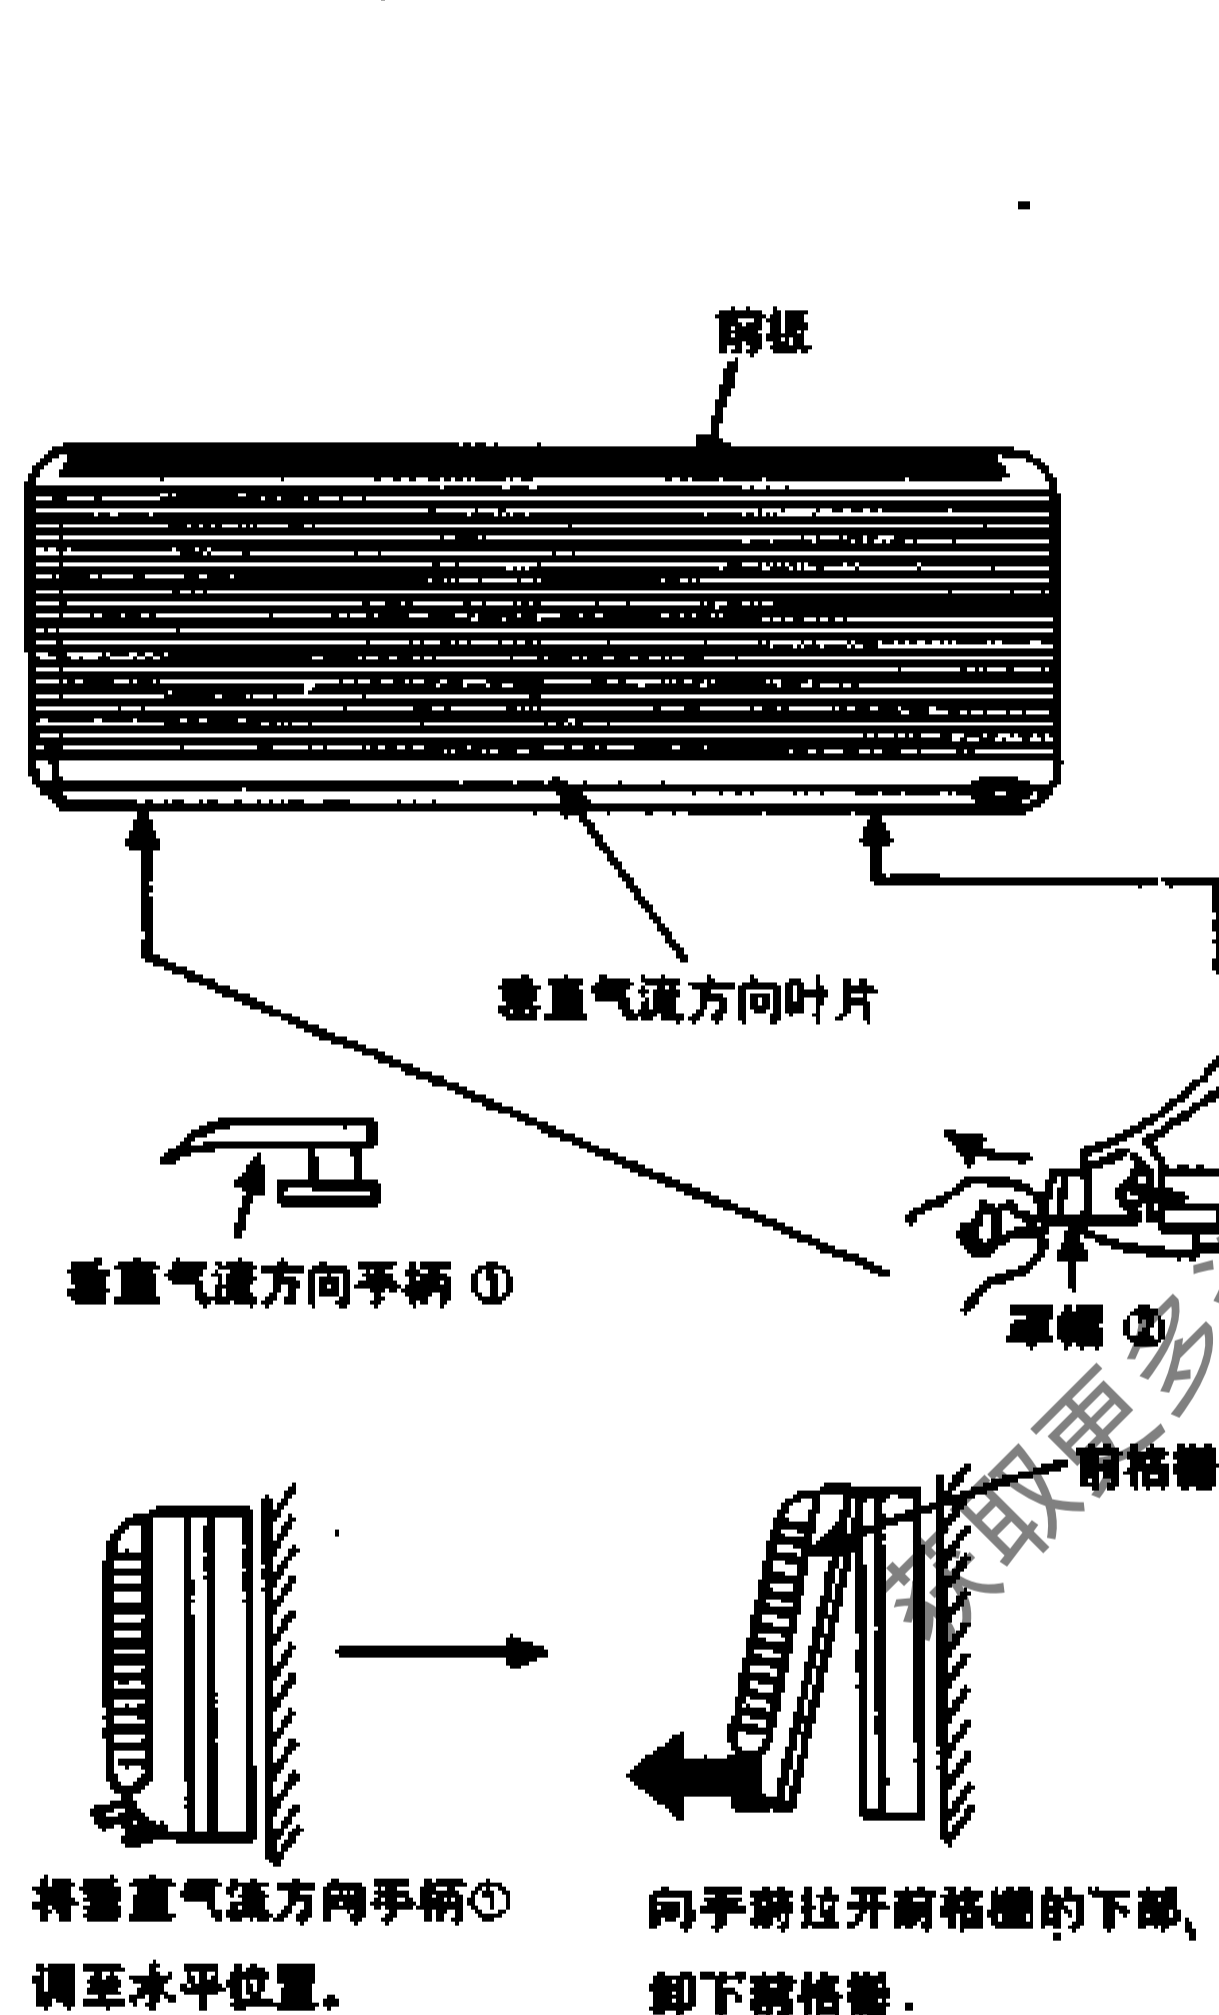

图 8-2-30
- 将垂直气流方向手柄①调至水平位置。
- 如图 8-2-30 所示拆下前格栅上的两个罩帽，②然后旋下两枚螺钉。